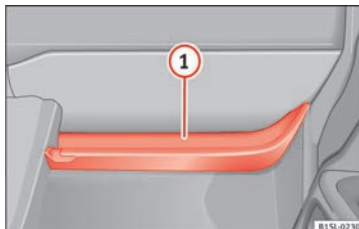

Fig. 60 Åbent opbevaringsrum i passagersiden
Der sidder en taskekrog »» **Fig. 60** ① på det åbne opbevaringsrum.